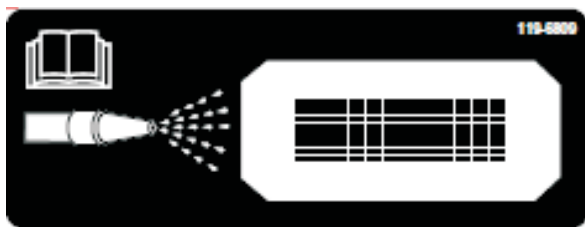

**Figure 60**
6. Déposez le racleur de nettoyage de la bande à l'arrière de la machine (Figure 60).